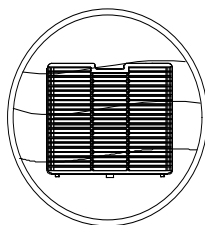

Fig.2
2. Nettoyez délicatement le filtre avec un aspirateur pour enlever la poussière. Si nécessaire, lavez le filtre avec de l'eau tiède savonneuse. NE PAS UTILISER D'ALCOOL, DE BENZÈNE OU D'AUTRES PRODUITS AGRESSIFS (Fig.2). Laissez le filtre sécher naturellement, puis réinsérez-le dans son logement (Fig.3). N'utilisez pas de sèche-cheveux ou de feu pour sécher le filtre.